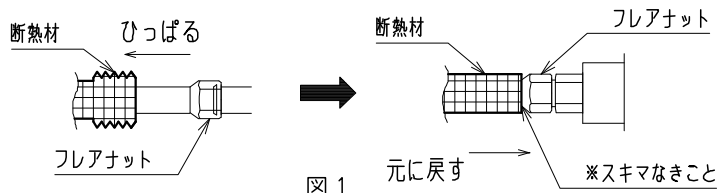

図1
1. 現地冷媒配管にフレアナットを差込み、フレア拡管する際に断熱材を引っ張り拡管後、銅管が露出しないように断熱材を元に戻してください。（図1）